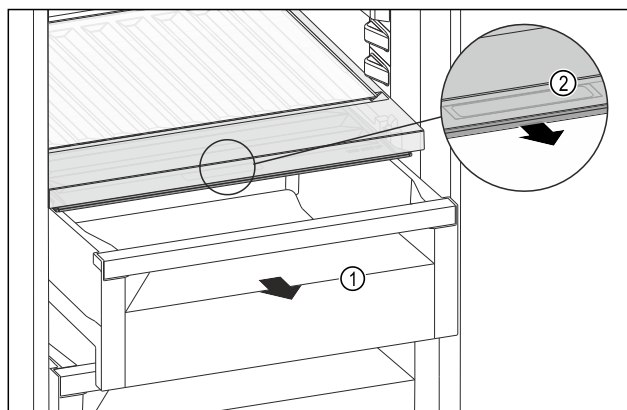

Fig. 195
- Tërhiqni jashtë sirtarin Fig. 195 (1).
- Kapni dorezën e futur Fig. 195 (2) në kapakun e ndarjes dhe në të njëjtën kohë tërhiqni përpara kapakun e ndarjes.